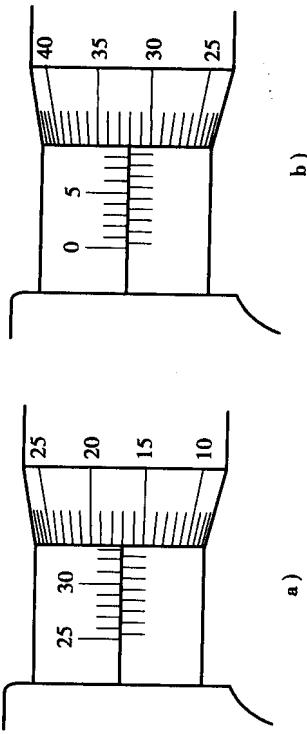

图 2—3
2. 简述千分尺的读数方法，并读出图 2—3 中千分尺的数值。